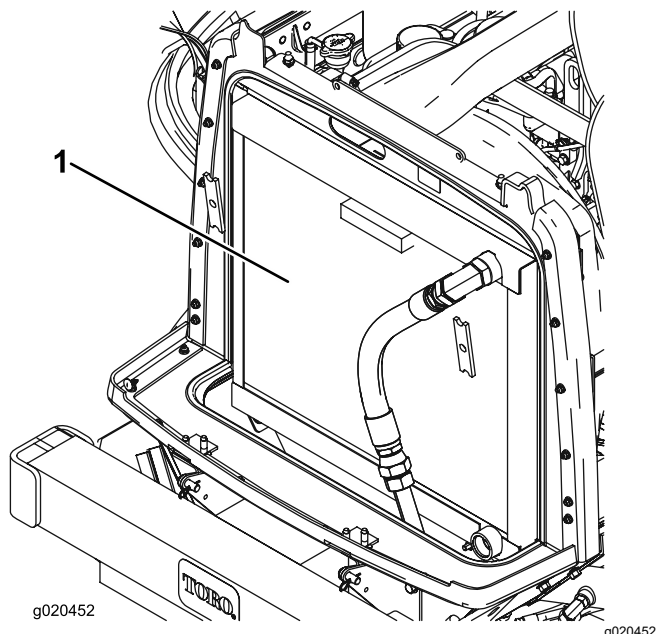

Figura 110
3. Limpie a fondo ambos lados de la zona del radiador/enfriador de aceite con aire comprimido (Figura 110).